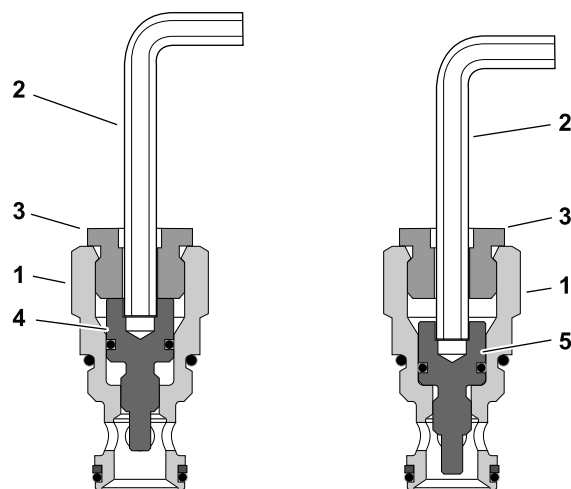

Рисунок 66
3. Установите плунжеры в положение перепуска, вставив шестигранный ключ (6 мм) через заглушку в сборе и повернув плунжер до упора по часовой стрелке; см. Рисунок 66. Повторите эти действия с каждой заглушкой в сборе (всего 4 шт.).